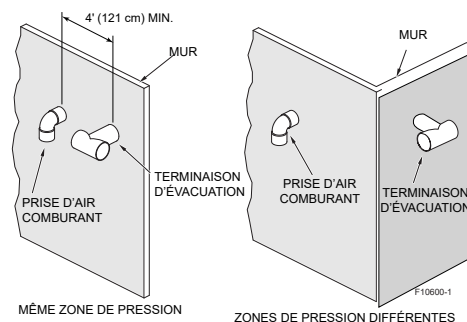

Figure 44. Emplacement apport d'air
Cette chaudière est équipée d'un ventilateur intégré qui évacue les gaz de combustion à l'extérieur du bâtiment. L'air comburant peut être tiré de l'intérieur de la pièce ou de l'extérieur du bâtiment et le conduit d'évacuation est acheminé à l'extérieur à travers le mur. La salle mécanique doit fournir un apport d'air comburant et de ventilation adéquat, conformément aux NFGC (É.-U.) ou au code B149.1 (Canada). Afin d'éviter le recyclage des gaz de combustion, la position de la terminaison d'évacuation par rapport à la terminaison d'apport d'air doit respecter certaines exigences, voir Figure 44. Dans un système à ventilation directe (DV), le conduit d'apport d'air doit être entièrement étanche.